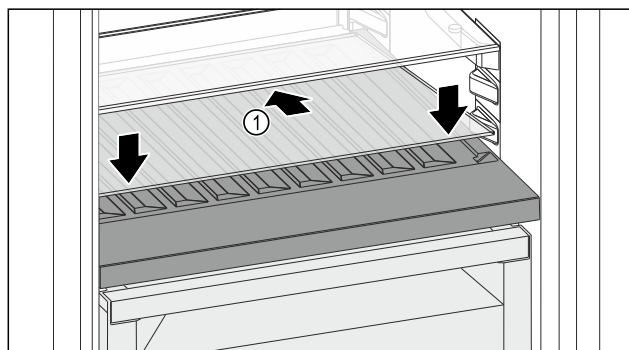

Fig. 216
- Posizionare il ripiano di vetro Fig. 216 (1) inclinato indietro e verso il basso.
- Abbassare la parte anteriore del ripiano di vetro Fig. 216 (1).